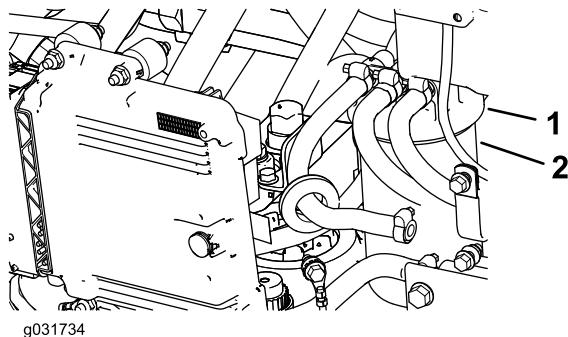

Figure 68
- Nettoyez la surface autour de la tête du filtre à carburant (Figure 68).
- Déposez le filtre et nettoyez la surface de montage de la tête du filtre (Figure 68).